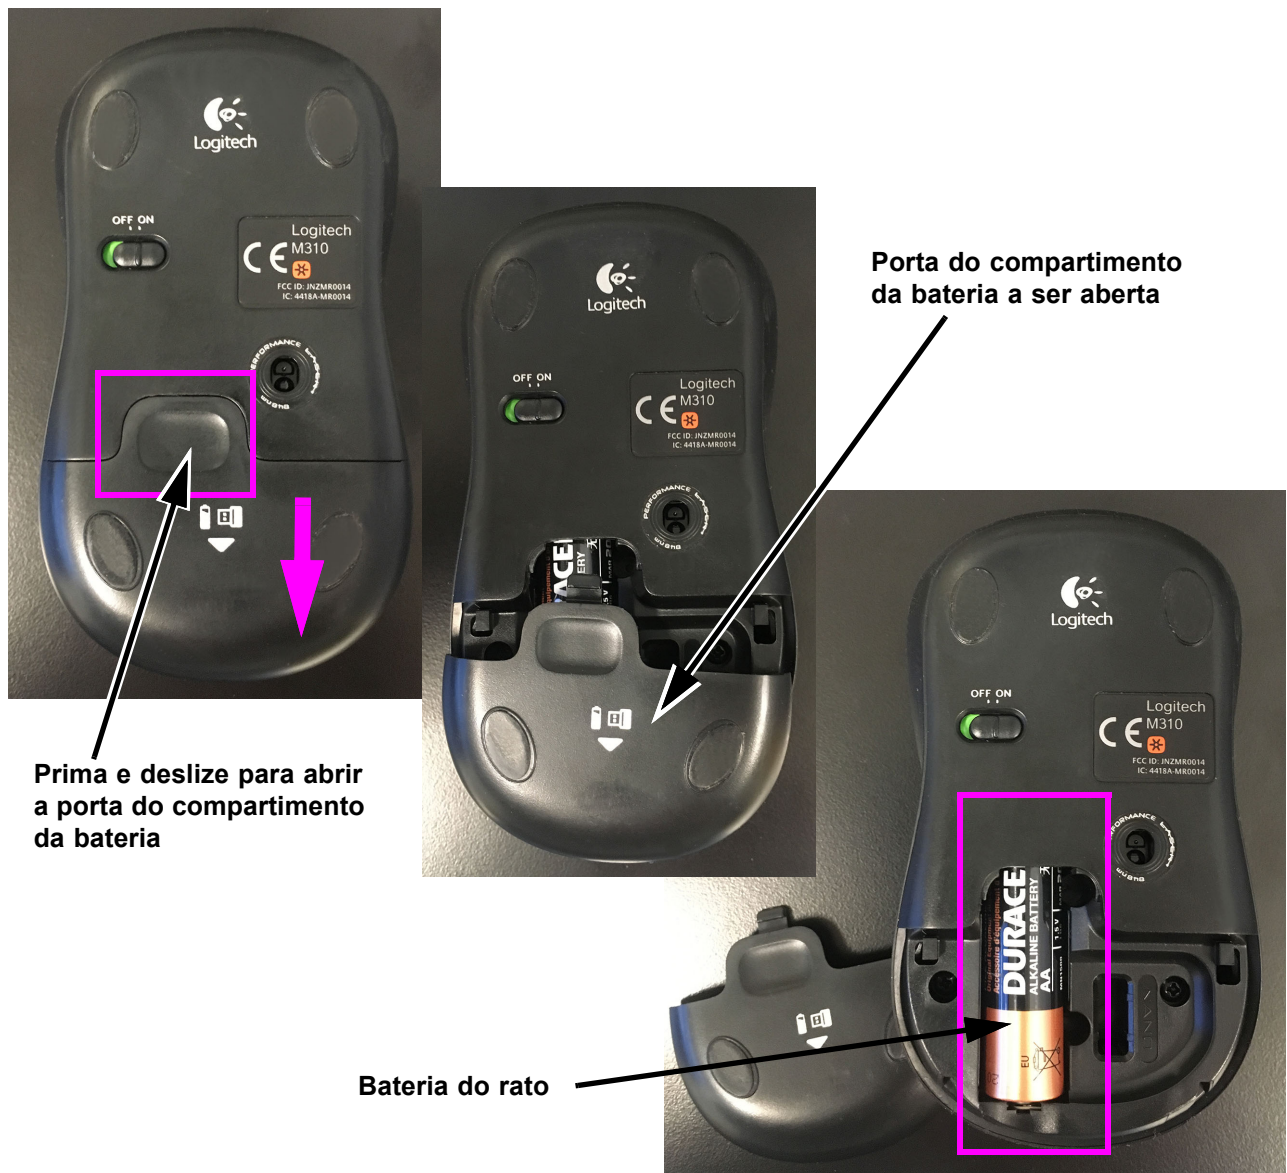

Figura 9-55. Compartimento da bateria do rato, aberta
A bateria deve ser trocada a cada ano ou se o indicador LED piscar a vermelho durante a verificação da bateria, indicando que a bateria tem de ser trocada. Ver Figura 9-55, que mostra a localização da bateria.
2. Vire o rato, com a parte inferior virada para cima. Utilize os seus dedos para deslizar e abrir o compartimento da bateria (ver Figura 9-55).